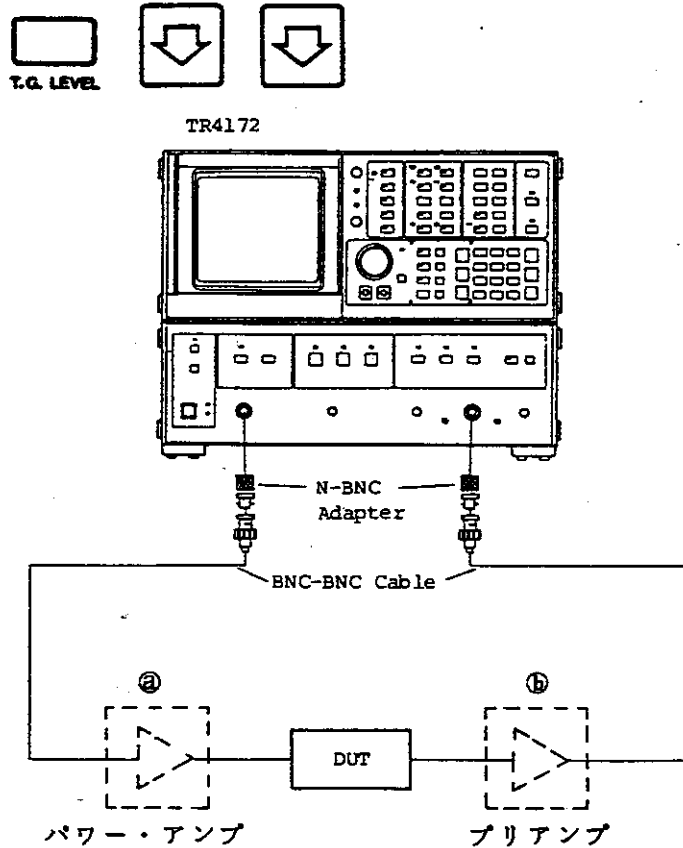

図5-3 プリアンプを利用したフィルタとTR4172の接続
TR4172 オプション02のプリアンプは、〔図5-3〕の④に相当します。